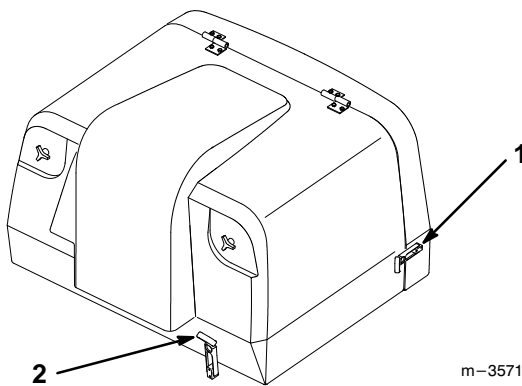

Figure 18
1. Pour régler la hauteur, retirer la goupille épingle et l'axe de chape des pattes de suspension de l'unité de coupe (Fig. 18).
2. Choisir le trou des pattes de suspension correspondant à la hauteur de coupe souhaitée. Soulever l'unité par les poignées avant et latérales pour aligner les trous, et insérer l'axe de chape (Fig. 18).
3. Fixer l'axe de chape à l'aide d'une goupille épingle (Fig. 18).
3. Ouvrir les verrous du couvercle à l'arrière des côtés et le verrou du bac du côté gauche de la face avant du bac de ramassage (Fig. 18).
4. Soulever le bac de ramassage par l'avant pour le vider (Fig. 18).
5. Redescendre le bac et fermer les verrous du couvercle à l'arrière des côtés et le verrou du bac du côté gauche de la face avant du bac de ramassage (Fig. 18).